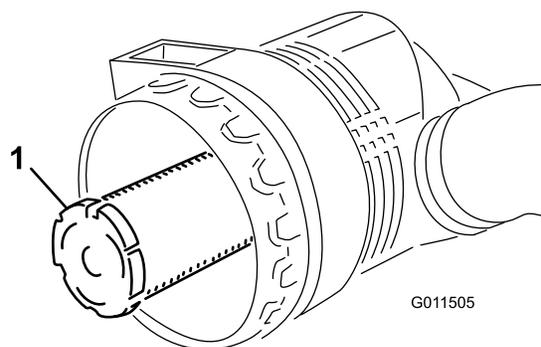

**Figura 46**
4. Togliete il filtro primario dell'olio (Figura 46).
7. Sostituite il filtro primario dell'olio (Figura 46).